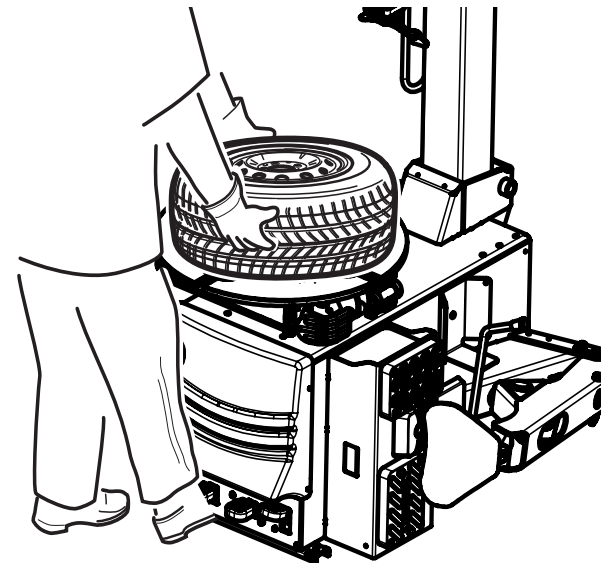

fig.44
- sollevare il pneumatico verso l'alto con entrambe le mani, permettendo all'aria (che fuori esce dai fori delle corsie) di "entrare" fra cerchio e pneumatico (fig.44).
- spingere il pedale di gonfiaggio (L) fino a fine corsa, per ottenere la fuoriuscita dell'aria dalle corsie e, allo stesso tempo, rilasciare il pneumatico per consentire l'**intallamento**.
N.B.: qualora il pneumatico non si "intalloni" ripetere scrupolosamente le operazioni suddette. Una volta intallato il pneumatico, continuare l'operazione di gonfiaggio,premendo il pedale di gonfiaggio (L) nella posizione intermedia, fino a raggiungere la pressione desiderata.
- Raise the tyre with both hands to allow the air (which comes out of the tracks) to get between rim and tyre (fig.44).
- Press the inflation pedal (L) completely down to obtain the air output frothe tracks. At the same time release the tyre to allow the **beading in**.
N.B.: Whenever the tyre does not bead in, repeat all the stages in the above sequence. When the tyre is beaded in, continue inflation by pressing the pedal (L) in the intermediate position until the desired pressure is reached.
- soulever des deux mains le pneu vers le haut, permettant à l'air (qui sort des orifices de la voie de "pénétrer" entre la jante et le pneu (fig.44).
- presser sur la pédale de gonflage (L) jusqu'à la fin de la course, pour permettre la sortie de l'air des voies et en même temps, libérer le pneu pour en permettre l'**intalonnement**.
N.B. Au cas où le pneu ne "s'intalonnerait pas" répéter soigneusement les susdites opérations. Après avoir intalonné le pneu, continuer l'opération de gonflage en pressant sur la pédale de gonflage (L) dans la position intermédiaire, jusqu'à atteindre la pression désirée.
- den Reifen mit beiden Händen hochheben, damit so die Luft (die aus den Öffnungen der Gänge austritt) zwischen Felgen und Reifen "eindringen" kann (Abb. 44);
- das Aufpumpedal (L) bis Umlaufende betätigen, damit die Luft aus den Gängen ausströmt und gleichzeitig den **Reifen herunterlassen**, um so die Einwulstung zu ermöglichen.
- Levante el neumático hacia arriba con ambas manos, consentiendo al aire (que sale por los orificios de los recorridos) de entrar entre llanta y neumático (fig. 44)
- Apriete el pedal de hinchamiento (L) hasta el tope del recorrido, para obtener la salida del aire de los recorridos y contemporáneamente relaje el neumático para consentir su **talonamiento**.